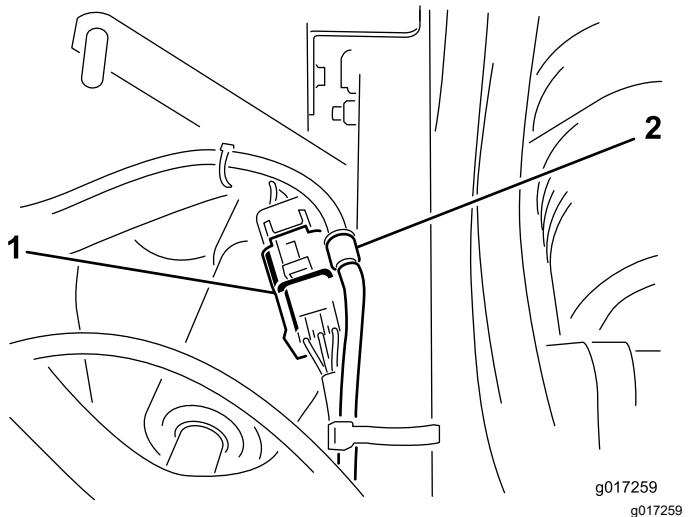

図 19
- エンクロージャからきているプラグに、図 19 のように3端子ソケットを接続する。